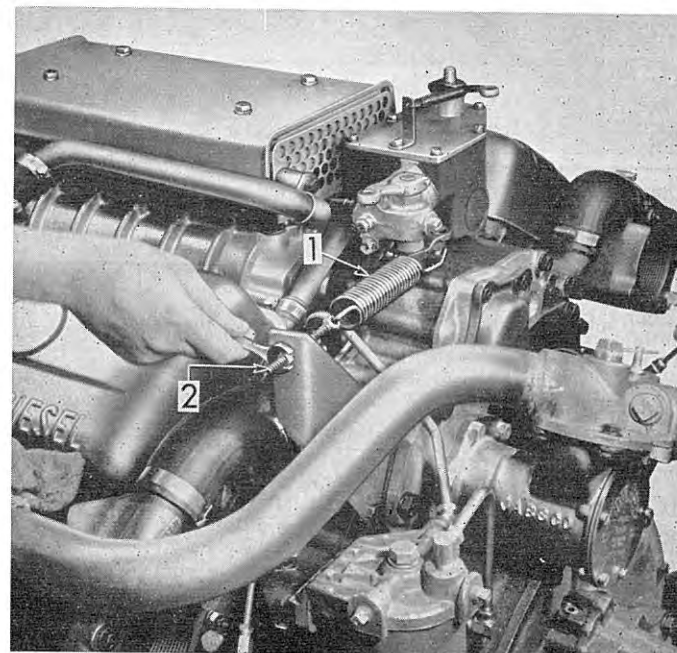

Fig. 70 - Réglage du ressort de compensation
- Détacher le ressort de compensation (voir figure 70).